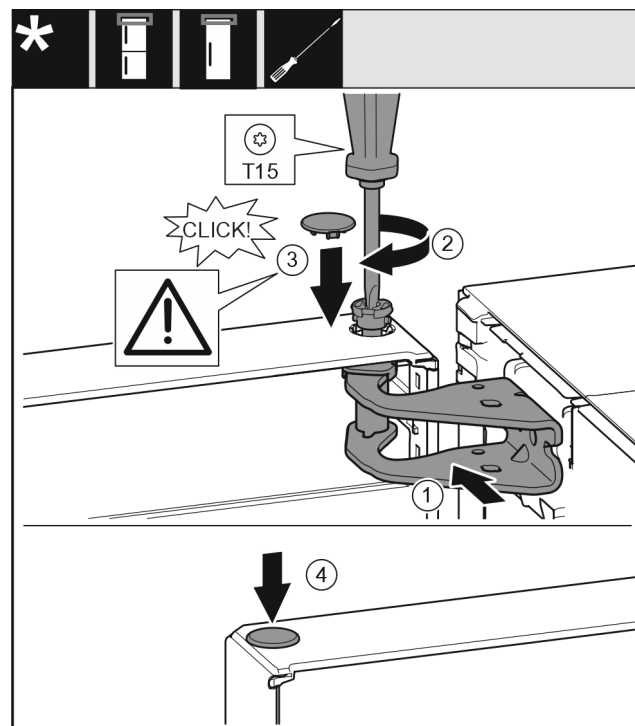

Fig. 21
- Allineare la porta superiore all'apertura nella staffa di supporto Fig. 21 (1).
- Inserire i perni Fig. 21 (2) e stringerli con un cacciavite.
- Inserire la copertura Fig. 21 (3).
- Controllare che la copertura Fig. 21 (3) poggi sulla porta.
- Inserire la copertura Fig. 21 (4).